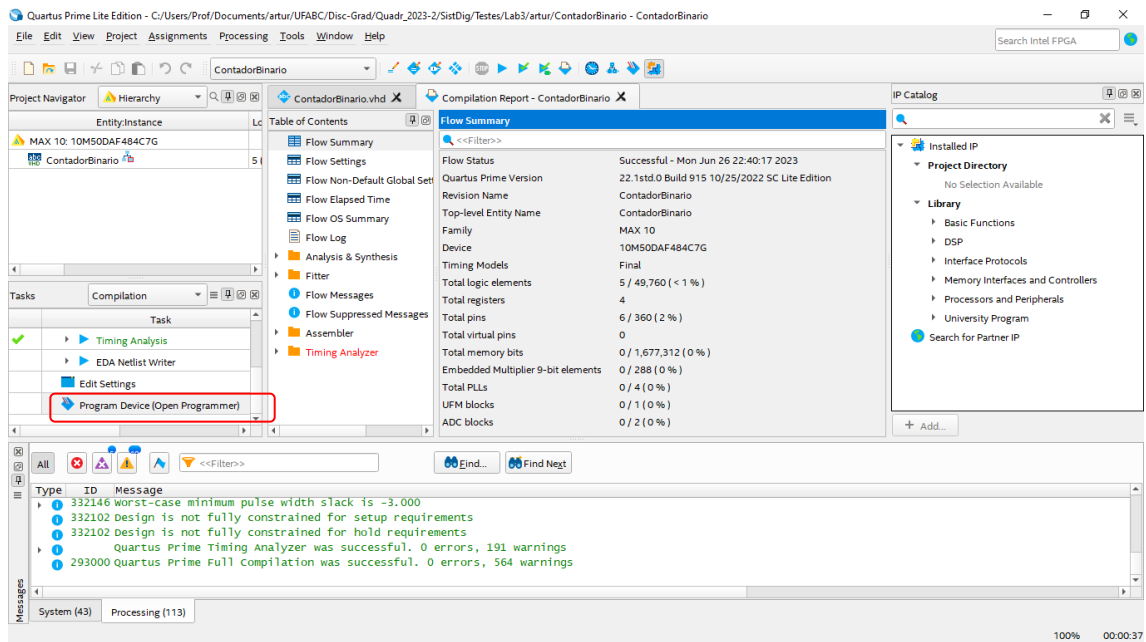

Fig. 5 – Depois da compilação, é possível criar a configuração para a FPGA.
9. Vamos agora “programar” ou “configurar” a FPGA, isto é, criar um programa para injetar 1s e 0s na FPGA através de um caminho serial chamado “*JTAG*”. Na parte esquerda do *Quartus Prime Lite Edition*, na seção “*Task*”, dê dois cliques na opção “*Program Device (Open Programmer)*”, como ilustra a Fig. 5.